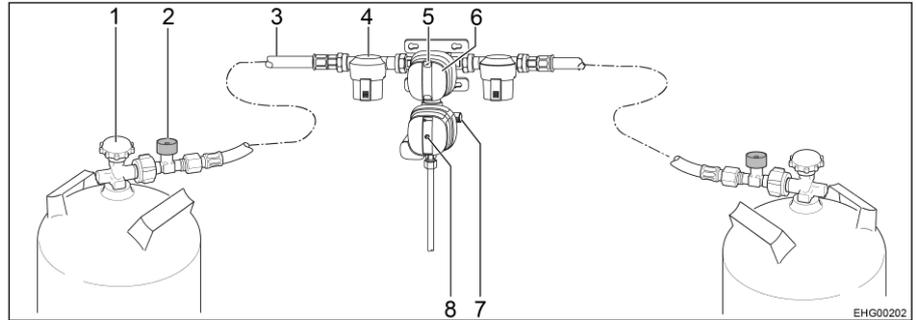

Bild 92 Sicherheitsgasdruck-Regelanlage DuoControl CS
Die DuoControl-Regelanlage besteht aus einem Umschaltventil und dem Crashsensor. Die DuoControl-Regelanlage ist zwischen den Hochdruckschläuchen (Bild 92,3) mit Schlauchbruchsicherung (Bild 92,2) montiert. Mit dem Drehknopf (Bild 92,6) am Umschaltventil kann bestimmt werden, welche der Gasflaschen als Betriebsflasche und welche als Reserveflasche verwendet wird.
Am Sichtfenster (Bild 92,5) wird der Status der Gasversorgung angezeigt:
Der Crashsensor sperrt die Gaszufuhr bei erheblicher Erschütterung (z. B. Unfall) ab. An der Stellung des gelben Resetknopfs (Bild 92,8) lässt sich der Betriebszustand des Crashsensors erkennen:
- Wenn der gelbe Resetknopf (Bild 92,8) hineingedrückt ist, ist der Crashsensor betriebsbereit.
- Wenn der gelbe Resetknopf (Bild 92,8) hervorsteht, ist der Crashsensor **nicht** betriebsbereit. Inbetriebnahme siehe unten.
Die Schlauchbruchsicherung (Bild 92,2) sperrt den Gasfluss, wenn der angeschlossene Schlauch bricht. Die Schlauchbruchsicherung muss durch Drücken der grünen Taste aktiviert werden.
- Mit dem Drehknopf (Bild 92,6) am Umschaltventil die Gasflaschewählen, der vorrangig das Gas entnommen werden soll (Betriebsflasche). Den Drehknopf immer bis zum Anschlag drehen.
- Haupt-Absperrventile (Bild 92,1) an den Gasflaschen öffnen.
- Grüne Taste der Schlauchbruchsicherung (Bild 92,2) ca. 5 Sekunden lang drücken. Am Sichtfenster (Bild 92,5) wird die grüne Markierung angezeigt.
- Wenn der Crashsensor ausgelöst hat (der gelbe Resetknopf (Bild 92,8) steht hervor):
Gelben Resetknopf (Bild 92,8) kräftig hineindrücken, leicht im Uhrzeigersinn drehen und 5 Sekunden lang gedrückt halten. Sicherstellen, dass der Resetknopf in der gedrückten Stellung ("betriebsbereit") bleibt.
- Haupt-Absperrventile (Bild 92,1) an den Gasflaschen schließen.
Wenn die grüne Kontroll-Leuchte (Bild 93,6) während des Betriebs erlischt und die rote Kontroll-Leuchte (Bild 93,5) aufleuchtet, ist die Betriebsflasche leer und muss gewechselt werden. Am Sichtfenster (Bild 92,5) der zugehörigen Gasflasche wird die rote Markierung angezeigt. Die Reserveflasche versorgt die Gasverbraucher weiterhin mit Gas.
- Drehknopf (Bild 92,6) bis zum Anschlag in Richtung der aktuell verwendeten Gasflasche drehen. Damit ist diese Gasflasche jetzt die Betriebsflasche, die leere Gasflasche wird zur Reserveflasche. Die Markierung im Sichtfenster (Bild 92,5) wechselt von rot auf grün.
- Haupt-Absperrventil (Bild 92,1) an der leeren Gasflasche schließen. Pfeilrichtung beachten.
- Grüne Taste der Schlauchbruchsicherung (Bild 92,2) drücken.